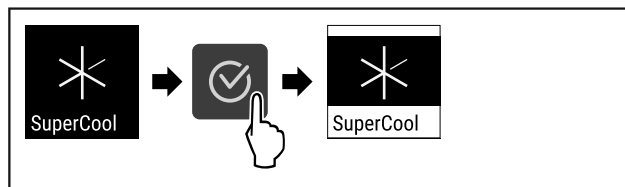

Fig. 72
- ▶ Proved'te akční kroky (viz Fig. 72).